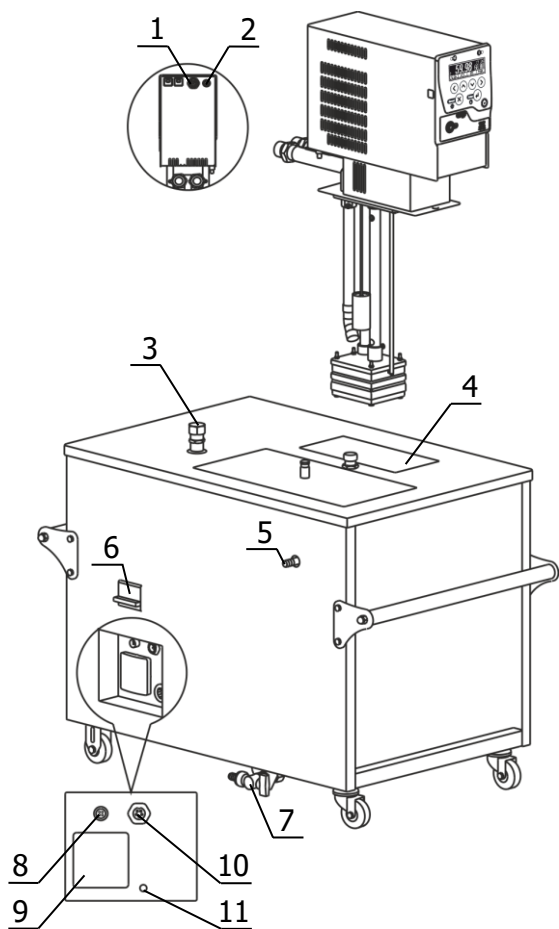

Рисунок 2 — Установка блока регулирования
Для обеспечения свободного доступа к автоматическому выключателю 6 (рисунок 2), расстояние от левой панели ванны термостата до другого оборудования или стен помещения должно быть не менее 1 м.
2.2.9 Заземлить термостат с помощью винта 11 (рисунок 2).
2.2.10 Вставить вилку сетевого кабеля блока регулирования в розетку 9 (рисунок 2). Соединить кабелем контактора из комплекта поставки разъем управления контактором 10 с разъемом 1 на блоке регулирования, совместив ключи на разъемах.
2.4.2 Надеть сливной шланг из комплекта поставки на сливной кран 7 (рисунок 2) и закрепить его хомутом. Свободный конец шланга опустить в емкость для сбора теплоносителя объемом, превышающим объем термостата.